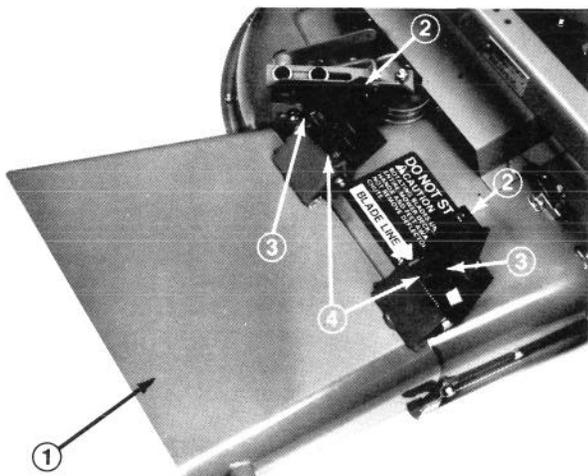

Fig. 23
2. Montate i supporti del deflettore sulle staffe orientabili (comprese nel kit), e fissate con le viti mordenti, i controdadi e le rondelle tolti in precedenza (Fig. 23). I controdadi devono essere uno di fronte all'altro. Avvitateli fin quando non saranno contro i perni del deflettore.